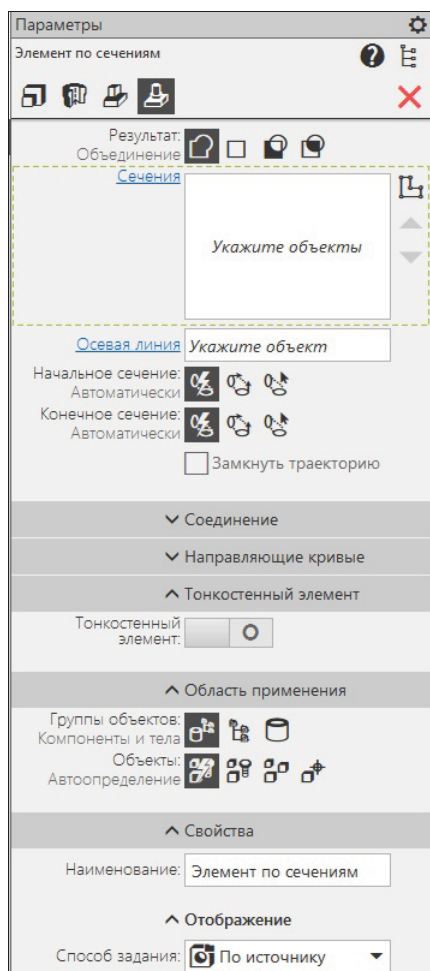

Рис. 19.25. Панель Параметрy:
- ♦ на панели **Элементы тела** нажмите кнопку  — **Элемент по сечениям**. Автоматически появилась панель **Параметры: Элемент по сечениям** (рис. 19.25). На панели **Параметры** появится запрос в **Строке сообщений**: "Укажите эскиз";